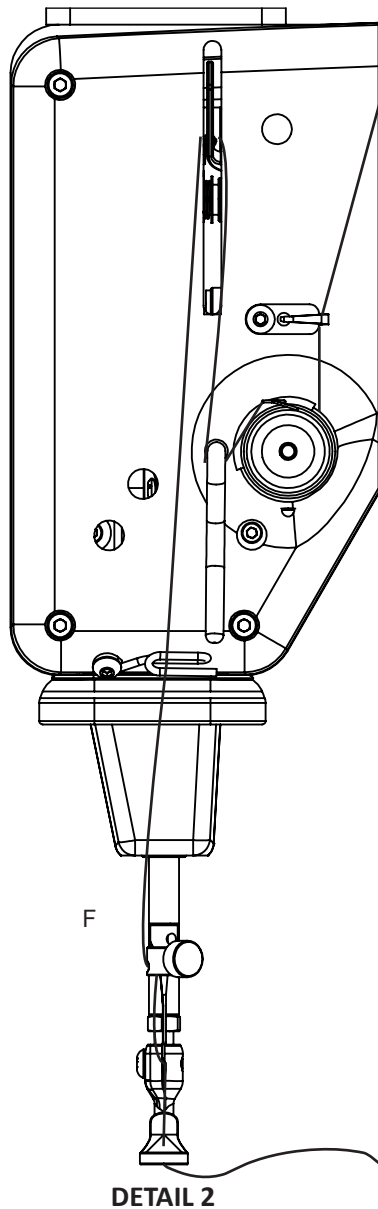

Abb. 12
3. Der Faden wird durch den Fadenführer C und dann hinunter zur Spanneinheit geführt (siehe Abb. 12).